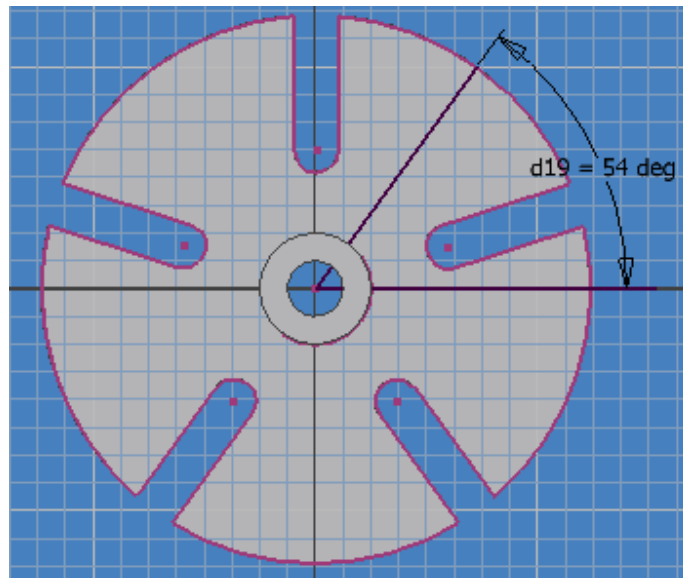

Figura 4.22 Línea a 54° respecto al eje horizontal.
26.- Nuevamente seleccione el mismo plano donde hemos estado trabajando y de su menú auxiliar use NEW SKETCH. Seleccione el comando LINE y cree una línea a 54 grados de tal forma que quede en el centro del arco del solido, figura 4.22